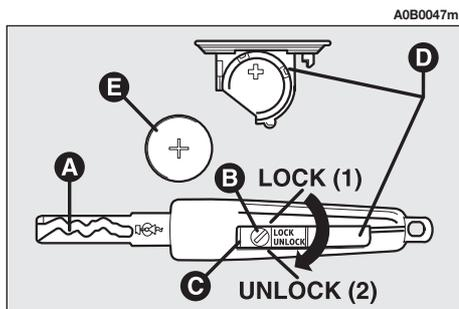

fig. 7
- Per sostituire la pila (**fig. 7**):